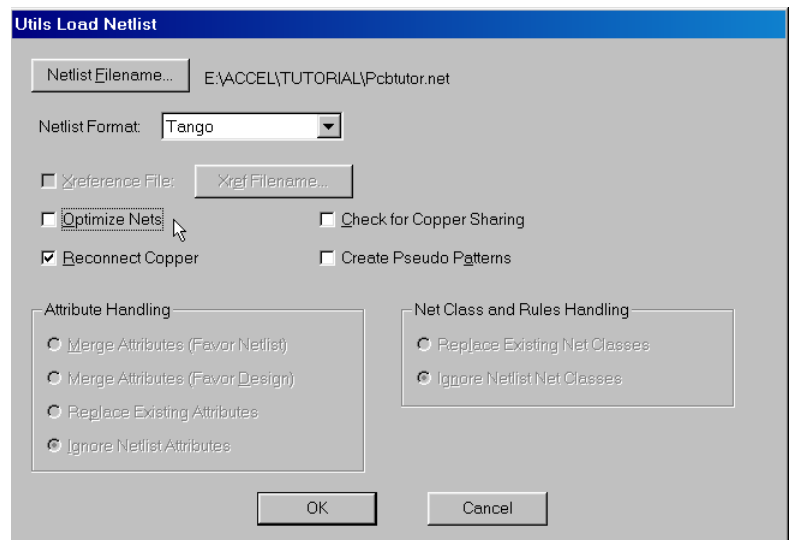

Рис. 9-8. Загрузка списка цепей
- 2) На панели **Utils Load Netlist** (см. рис. 9-8) нажмите кнопку **Netlist Filename** и стандартным для Windows способом найдите и выберите в папке «Tutorial» системы P-CAD файл Pcbtutor.net.
Поскольку в системе P-CAD возможны различные варианты загрузки списка цепей, рассмотрим назначение остальных кнопок, окон и флажков на панели **Utils Load Netlist** (см. рис. 9-8).